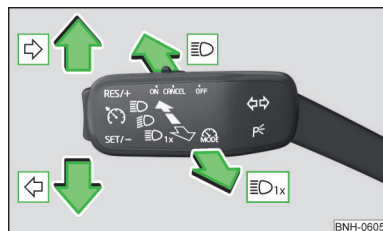

Fig. 53
Posiciones de la palanca de mando » fig. 53
- Presione la palanca de manejo hasta el tope en la posición $\rightarrow$ o $\leftarrow$ » fig. 53 de la pág. 62.